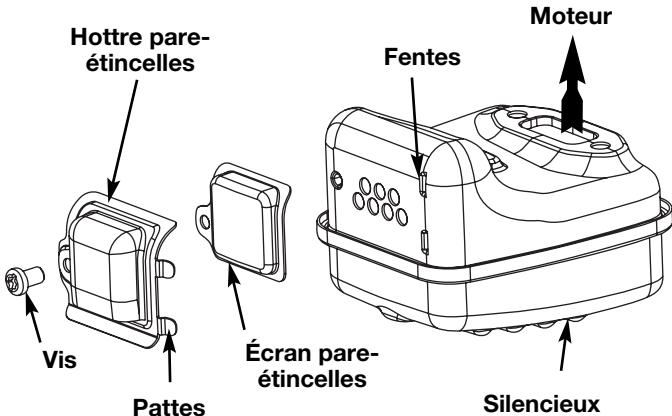

Fig. 29
2. Situez le pot d'échappement sans le retirer. Trouvez la vis sur la partie inférieure du pot d'échappement (Fig. 29). Retirez la vis en vous servant soit d'un tournevis torx #20 ou d'un tournevis plat.